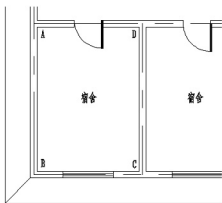

图 3.64 测量“宿舍”的净面积
(1) 执行菜单栏中的【工具】|【查询】|【面积】命令，或在命令行输入“AREA”后按 Enter 键，启动查询面积命令。
(2) 在**指定第一个角点或 [对象(O)/加(A)/减(S)]**：提示下，打开【对象捕捉】功能，单击如图 3.64 所示的 A 点作为被测量区域的第一角点。
(3) 在**指定下一个角点或按 Enter 键全选**：提示下，依次单击如图 3.64 所示的 B、C、D 点作为被测量区域的其他 3 个角点。
(4) 按 Enter 键结束命令，这样就测量出 A、B、C、D 这 4 点所围合区域的面积。
(1) 执行菜单栏中的【工具】|【查询】|【距离】命令, 或在命令行输入“DI”后按 Enter 键, 启动查询距离命令。
(2) 在指定第一点: 提示下, 捕捉图 3.64 中的 B 点作为测量距离的第一点。
(3) 在指定第二点: 提示下, 捕捉图 3.64 中的 C 点作为测量距离的第二点。